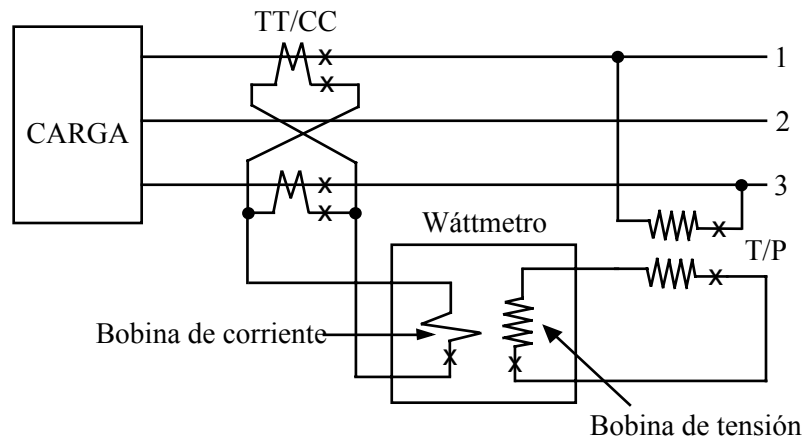

Figura 2
4. En el sistema de la Figura 2, la lectura del wátmmetro es de 966,405 watt, el factor de potencia de la carga es 0,866 y la tensión entre líneas, de 13.800 volts. Los TT/CC son de razón 50/5 y el T/P es de razón 13.800/110. Suponiendo que la carga es equilibrada y que los errores de razón y angular de los TT/CC y del T/P son despreciables, determinar la corriente en las líneas.